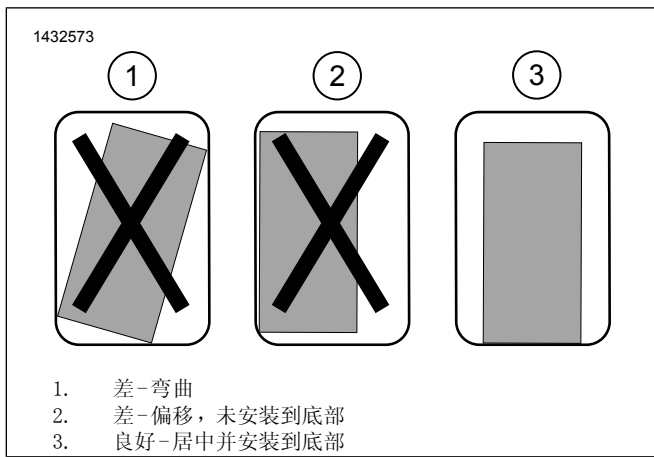

图11。安装架安装
3. 图11粘贴边箱承载能力标签(11)。
a. 图11测试安装架是否合适。安装必须笔直、居中且尽可能靠近边箱的底部。
c. 图11测试最终位置是否合适，确保安装必须笔直、居中且尽可能靠近边箱的底部。